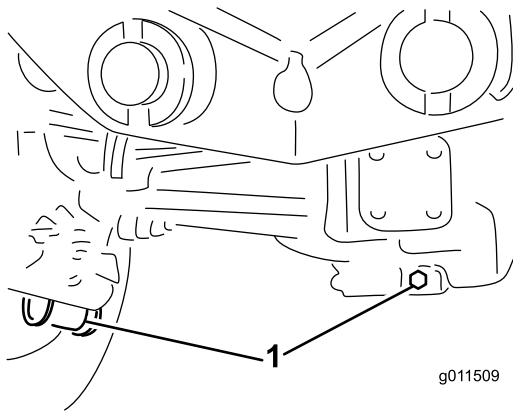

Figura 86
2. Limpe a zona em redor dos 3 tampões de escoamento, 1 em cada extremidade e 1 no centro (**Figura 86**).